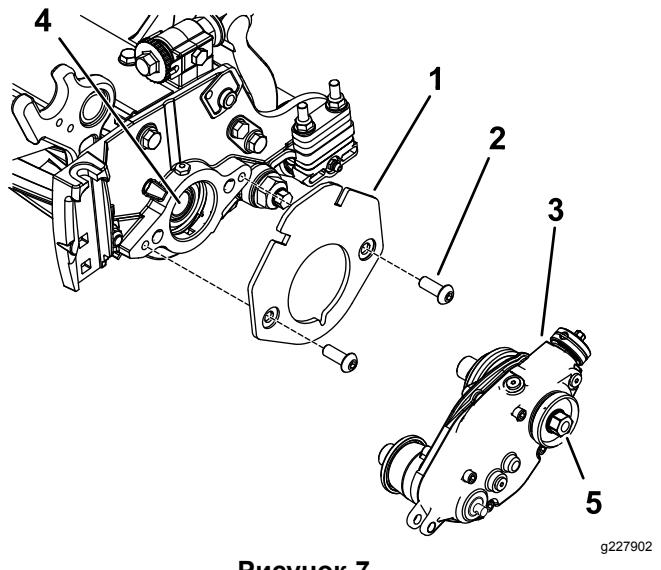

Рисунок 7
- Прикрепите кронштейн груза к барабану при помощи 2 болтов со сферическими головками с внутренними шестигранниками ($\frac{3}{8} \times \frac{3}{4}$ дюйма), как показано на Рисунок 7.
- Нанесите резьбовой герметик средней степени фиксации (такой как синий Loctite® 243) на резьбу внутреннего вала барабана (Рисунок 7).
- Присоедините блок привода механической щетки к валу барабана (Рисунок 7) при помощи шестигранной головки на блоке привода механической щетки.